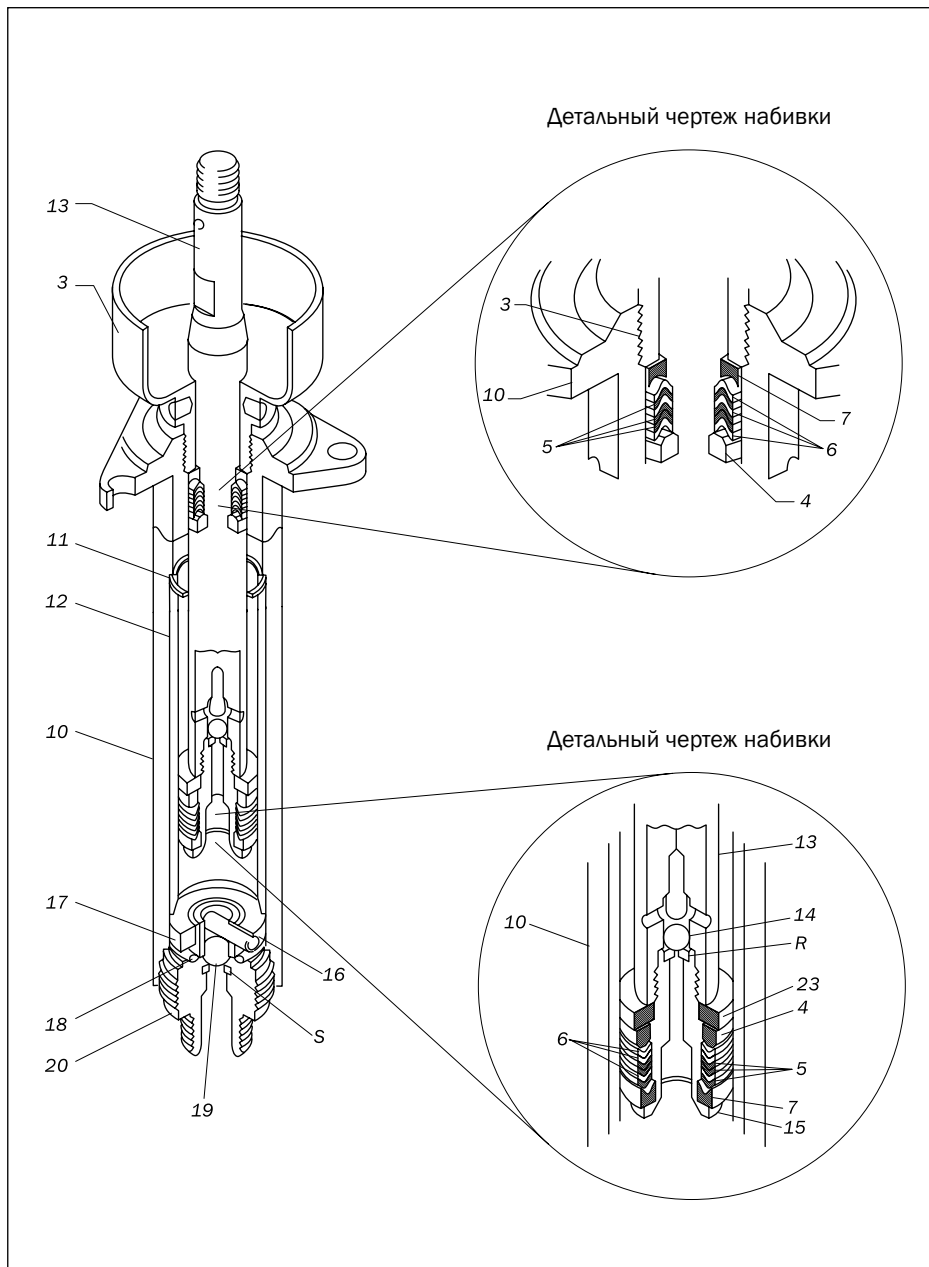

Рис. 9.2.3.2. Деталировочный чертеж набивки насоса.
2. Отсоединить воздушный мотор М от насоса Р (см. рис. 9.2.3.1).
5. Отвинтите шток 13 от воздушного мотора. Осторожно отсоедините воздушный мотор от поршневого насоса (рис. 9.2.3.1).